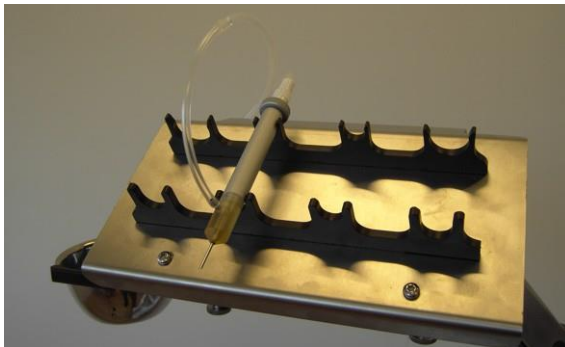

Figura 3-84. Colocación de la pieza manual de implante en el soporte de piezas manuales
8. Coloque la pieza manual de implante en el soporte de piezas manuales, como se muestra en la Figura 3-84.